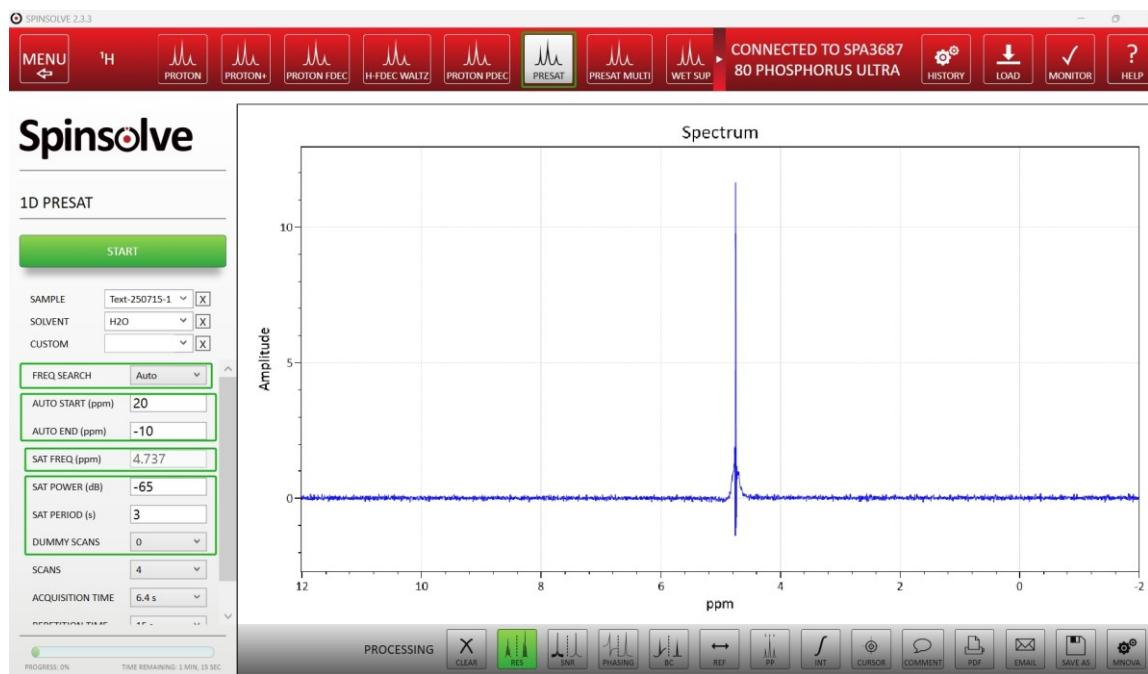

图 6-15
a) 对于只有一个溶剂峰的压制, 使用 H > PRESAT, 设置相关参数后, 点击 START 即可 (如图 6-15)。